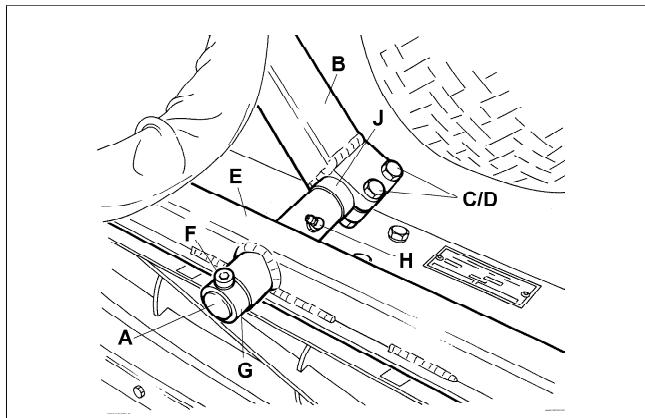

Fig.30
- (c) Hubarmbolzen der vorderen Schneideeinheiten (A Bild 30)
- (c) Perni delle unità di taglio anteriori (H Fig. 30)